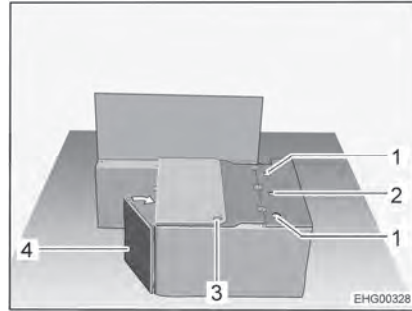

Bild 23 Under ombyggnaden
- Sväng den främre väggen på sittbänken (Bild 23,4) i riktning mot sidoväggen.
- För säkerhetsbältet med bälthålet genom öppningen (Bild 23,3) i sittbänkslocket.
- Sätt i ryggstödet på den hopfällbara stolen i sidofästena (Bild 23,1) och dra åt stjärngreppsskruven på det mittersta fästet (Bild 23,2) handfast.